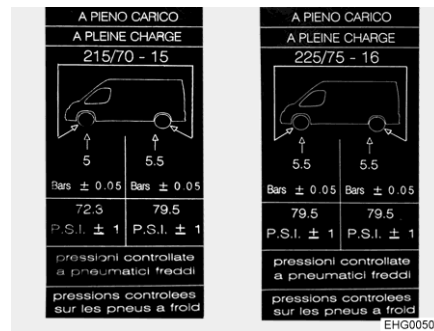

Fig. 116 Autocollant d'indication de la pression des pneus sur le montant B (exemple)
- ▷ Les autocollants indiquant la pression de pneus nécessaire sont apposés sur le côté intérieur du montant B (voir Fig. 116).